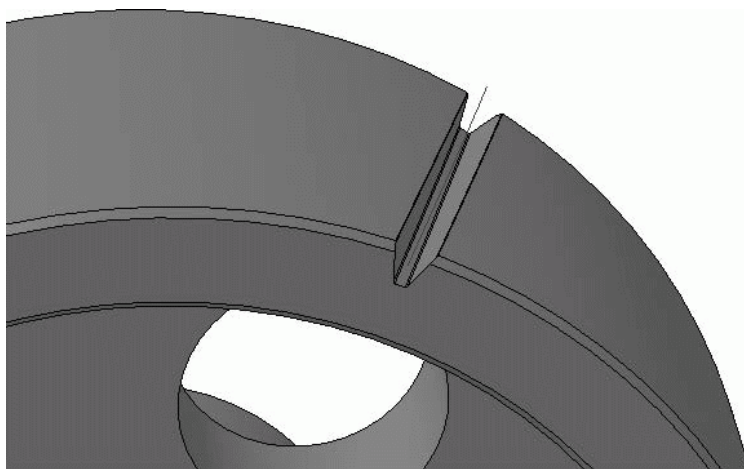

Рис. 3.60. Вырезание зубьев в колесе
1. Нажмите кнопку Вырезать кинематически панели инструментов Редактирование детали. Щелкните на кнопке Сечение на вкладке Параметры панели свойств, затем сразу выделите эскиз профиля выреза между зубьями в дереве построения. Эскиз в окне модели и в дереве построения должен подсветиться красным цветом, а в поле справа от кнопки Сечение должно отобразиться его наименование (у меня это Эскиз:3). Далее щелкните на кнопке Траектория и в дереве построения или прямо на модели выделите спираль. На модели сразу сформируется фантом операции вырезания. Проследите, чтобы в группе кнопок Движение сечения была нажата кнопка Сохранять угол наклона. Подтвердите выполнение операции, нажав кнопку Создать объект. Мы получили первый вырез в зубчатом венце колеса (рис. 3.60).